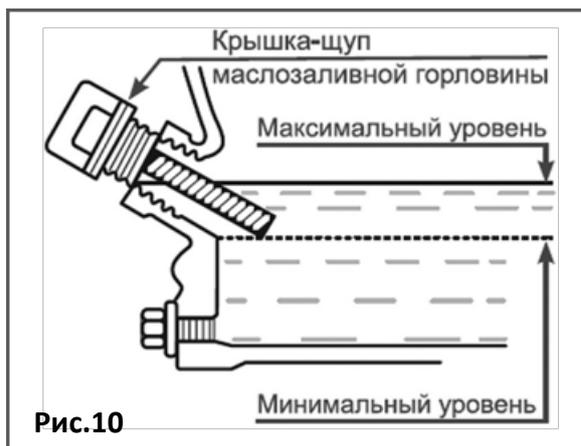

Рис.10
Максимальный уровень масла в картере соответствует нижней кромке заливного отверстия (Рис.10).
- Аккуратно извлеките щуп и осмотрите его. Уровень масла должен соответствовать верхней отметке на щупе. При недостаточном уровне масла в картере необходимо долить чистое масло до верхней отметки на щупе, что соответствует нижней кромке заливного отверстия (Рис. 10).